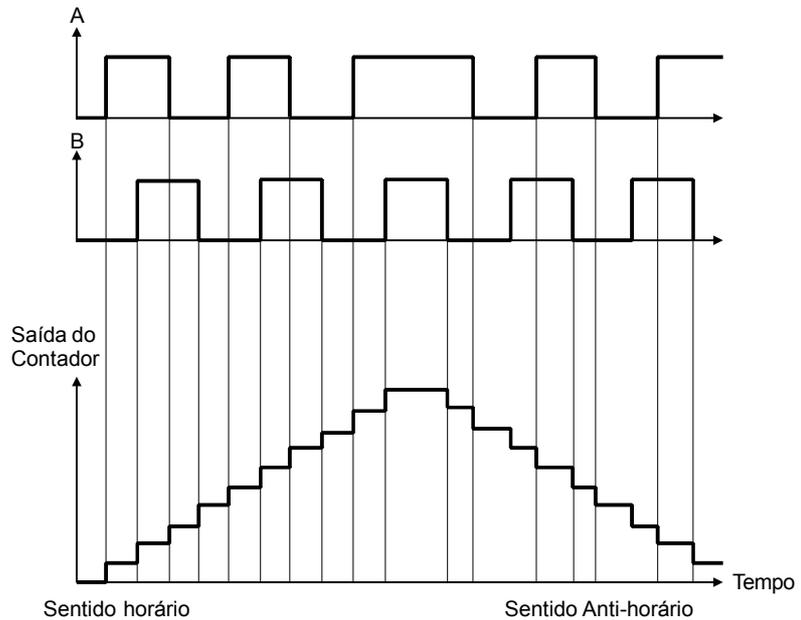

Figura 8.28 - Modo de Contagem 1
**Modo 1** - Devem ser enviados à placa dois diferentes trens de pulsos, A e B, através do conector X8, sendo o sentido de contagem determinado pela defasagem entre os trens de pulsos, como ilustrado na figura 8.28.